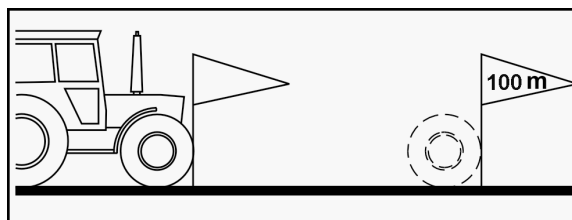

Fig. 28
- Mål opp en målestrekning på nøyaktig 100 meter. Merk målestrekningens begynnelse og slutt (Fig. 28).